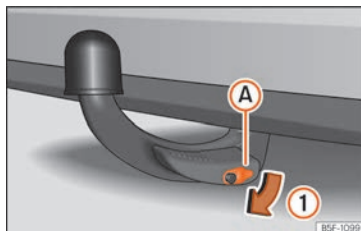

Abb. 271 Schlossabdeckung abnehmen
- Nehmen Sie die Schlossabdeckung **(A)** in Pfeilrichtung **(1)** vom Schloss ab » Abb. 271.